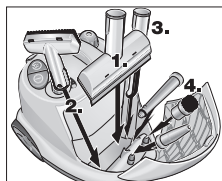

Fig. 10: Vano accessori
- Collocare bocchetta manuale, tergivetri per finestre, ugello a getto concentrato e i piccoli accessori nel vano accessori (si veda la fig. 10).